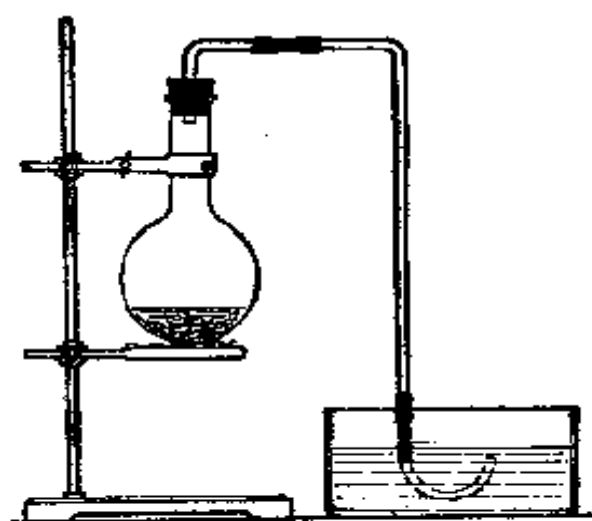

图 4 NO 的生成
(3) 稀硝酸跟铜的作用 照图 4 把仪器安装好, 并检查这一装置的气密性。